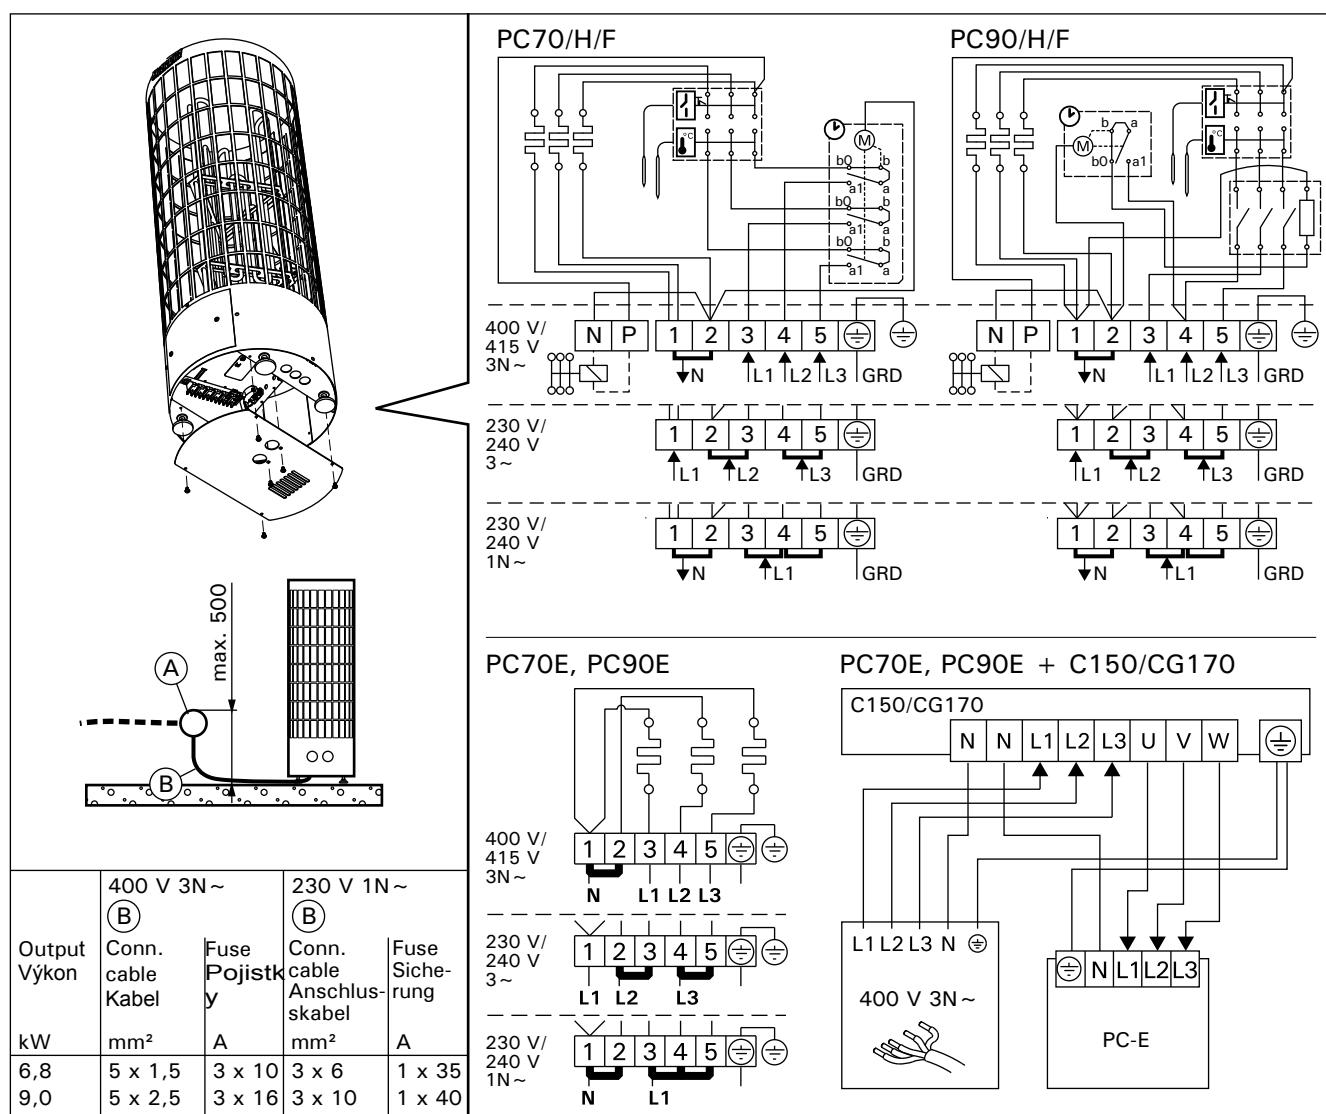

Figure 7. Electrical connections
- The heater is semi-stationarily connected to the junction box (figure 7: A) on the sauna wall. The junction box must be splash-proof, and its maximum height from the floor must not exceed 500 mm.
- The connecting cable (figure 7: B) must be of rubber cable type H07RN-F or its equivalent.
- Der Saunaofen wird halbfest an die Klemmdose (Abb. 7: A) an der Saunawand befestigt. Die Klemmdose muß spritzwasserfest sein und darf höchstens 500 mm über dem Fußboden angebracht werden.
- Als Anschlusskabel (Abb. 7: B) wird ein Gumikabel vom Typ H07RN-F oder ein entspre-
- In addition to supply connectors, the PC-/H-/F heaters are equipped with a connector (P), which makes the control of the electric heating possible (figure 7). Voltage control is transmitted from the heater when it is switched on. The control cable for electrical heating is brought directly into the junction box of the heater, and from there to the terminal block of the heater along a rubber cable with the same cross-section area as that of the connecting cable.
- Die PC-/H-/F-Saunaöfen sind zusätzlich zum Netzzanschluss mit einer Klemme (P) ausgestattet, welche die Möglichkeit zur Steuerung der Elektroheizung bietet (Abb. 7). Der Ofen übernimmt mit dem Einschalten die Spannungsregelung. Das Steuerungskabel für die Elektroheizung wird direkt zur Klemmdose des Saunaofens gelegt und von dort aus durch ein Gummikabel der gleichen Stärke weiter zur Reihenklemme des Saunaofens geleitet.